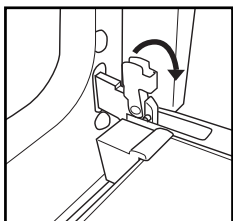

Fig. 1
2. Lyft de två spärrhakarna och skjut dem framåt så långt det går (Fig. 1).